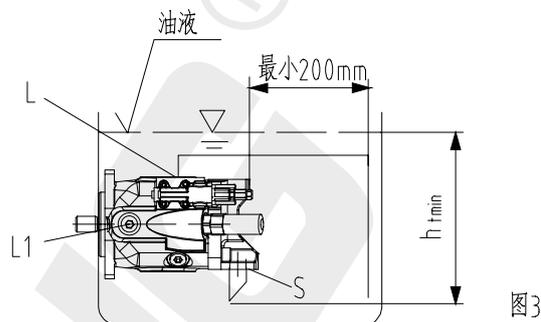

图3
a) 如最低油液面高于泵的上界面: 堵住“L1”, 打开“L”和“S”, 将吸油管与吸油口S相连, “L”的布管应距离吸油管至少 200mm。(参见图3)